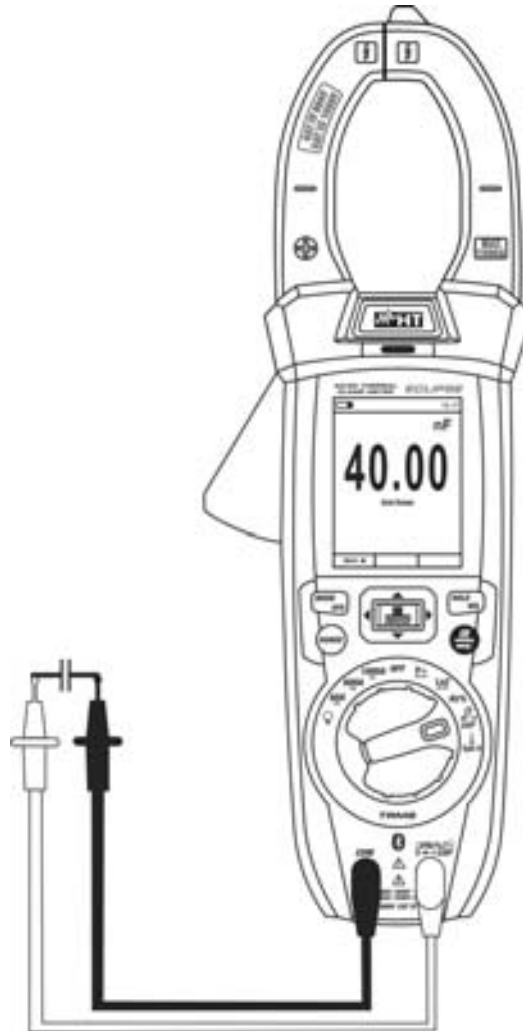

Fig. 29: Uso dello strumento per misura di Capacità
5. Posizionare i puntali ai capi della capacità in esame rispettando eventualmente le polarità positive (cavo rosso) e negative (cavo nero) (vedere Fig. 29). Il valore è mostrato a display. **In funzione della capacità, lo strumento potrebbe impiegare diversi secondi prima di visualizzare il valore finale corretto.** La barra grafica non è attiva in questa funzione